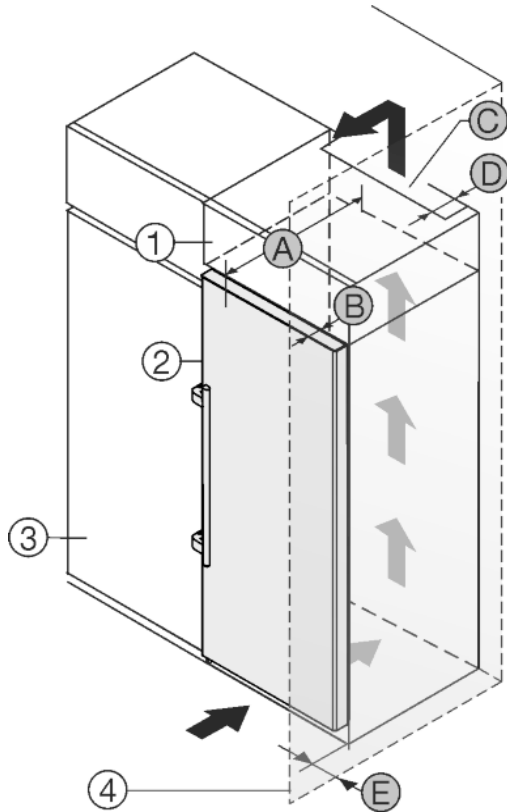

Fig. 9
Laite voidaan asentaa kalustekaappiin. Jotta korkeus Fig. 9 (2) saadaan yhdenmukaiseksi kaapistojen kanssa, laitteen päälle voi asentaa lisäkaapin Fig. 9 (1).
Laitteen voi asentaa suoraan kalustekaapin Fig. 9 (3) viereen. Jotta ovet avautuvat kokonaan, laitteen on oltava mitan Fig. 9 (B) verran ulospäin kalustekaapin etureunasta. Kalustekaappien syvyyden ja väliseinien käytön mukaisesti laite voi olla ulompana.
- Lisäkaapin takana on oltava lisäkaapin levyinen poistoilmakuilu, jonka syvyys on Fig. 9 (D).
- Katon alapuolelle on jäätävä ilmanvaihdon poikkipinta-ala Fig. 9 (C) vastaava tila.
Kun laitteen oven saranapuoli asennetaan seinän Fig. 9 (4) viereen, laitteen ja seinän väliin on jätettävä etäisyys Fig. 9 (E). Tämä väli oven avautumisen vaatimaa mitta.